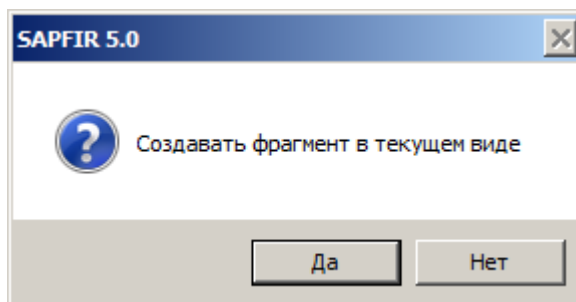

Рис.8.25. Диалоговое окно SAPFIR 5.0
- В открывшемся диалоговом окне **SAPFIR 5.0** (рис.8.25) щелкните по кнопке **Нет**. План этажа получит необходимое обозначение узла и откроется новая закладка окна, содержащая отсеченный фрагмент плана с названием **Узел ДЖ_2/ДЖ_1**.